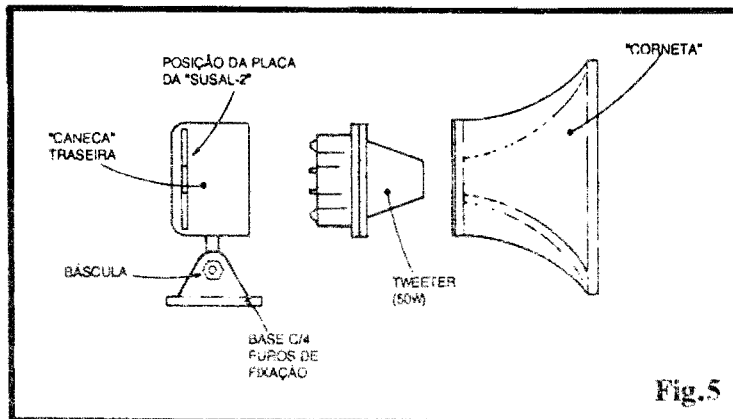

Fig.5
- FIG. 5 - "DESMONTAGEM" E "RE-MONTAGEM" DO PROJETOR, E INSTALAÇÃO DA PLACA DA SUSAL-2...